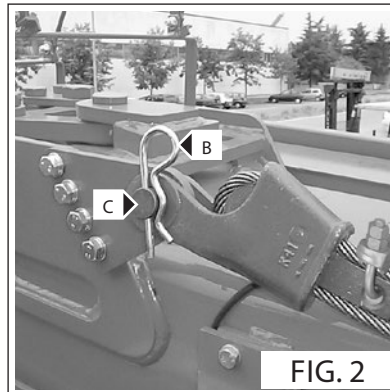

FIG. 2
- Togliere la coppiglia (Fig. 2 - Rif. B) e sfilare il perno dalla staffa di riposo sul braccio esterno (Fig. 2 - Rif. C).
- Remove the cotter pin (Fig. 2 - Ref. B) and extract the pin from clevis on the outside boom (Fig. 2 - Ref. C).
- Fjern splitten (Fig. 2 - ref. B), og træk låsestiften ud af lejebeslaget på armens udvendige side (Fig. 2 - ref. C).